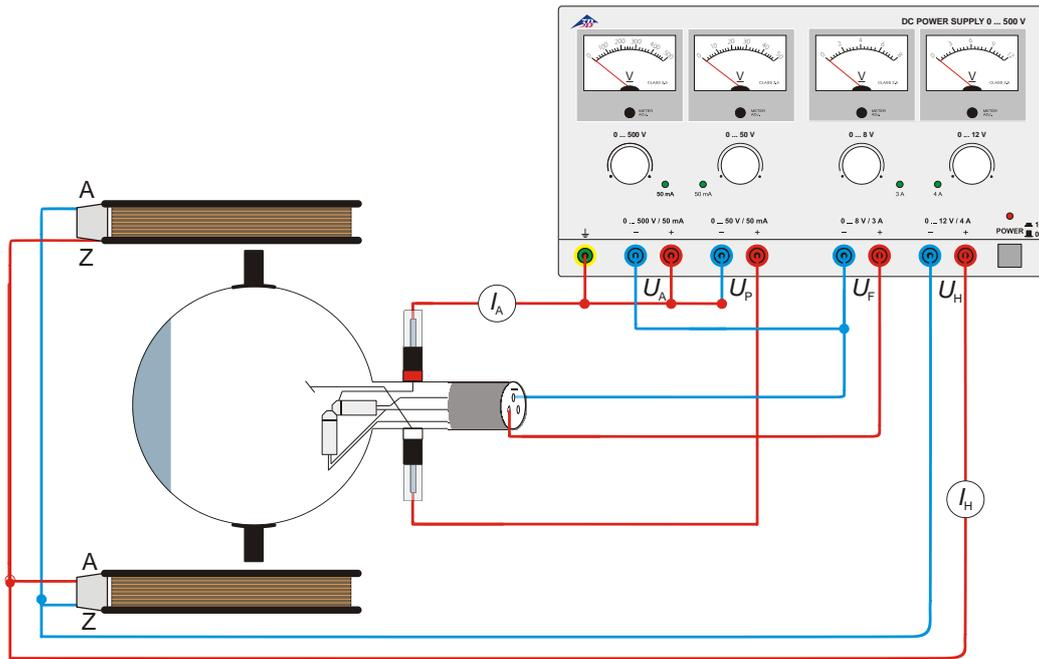

Fig. 4 Détermination de  $e/m$  avec le canon électronique axial
- Procédez au câblage du tube comme le montre la figure 4.